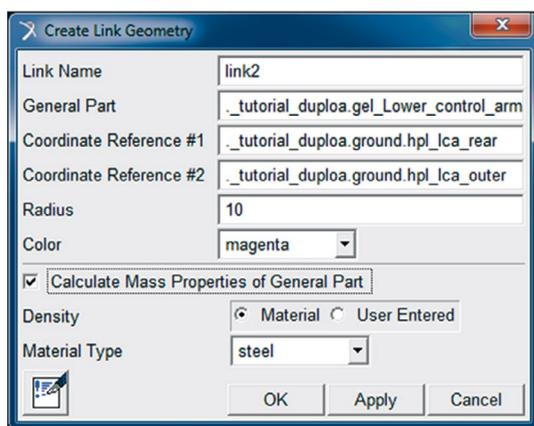

Figura 5.23 – Criação do *Link 2* associado ao *General Part* criado na Etapa 5.
- Repita o mesmo procedimento descrito anteriormente para construção do *Link 2*, o qual terá em suas extremidades os *Hardpoints* *hpl_lca_rear* e *hpl_lca_outer*. A Figura 5.23 ilustra como os campos da caixa de diálogo devem ser preenchidos.